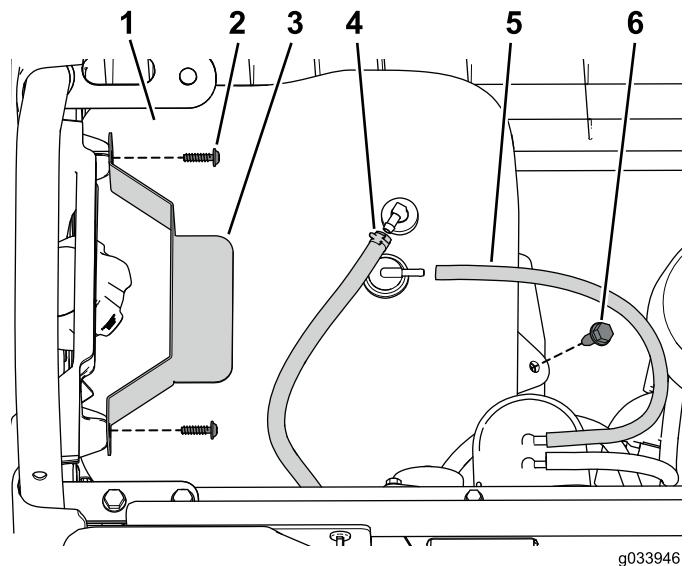

Рисунок 8
1. Отсоедините вентиляционную трубку и топливный трубопровод от топливного бака (Рисунок 8).
2. Выверните 2 винта, которые крепят прижим к левой боковой панели, и снимите прижим (Рисунок 8).
3. Выверните фланцевый болт, который крепит топливный бак к его поддону, и снимите топливный бак (Рисунок 8).